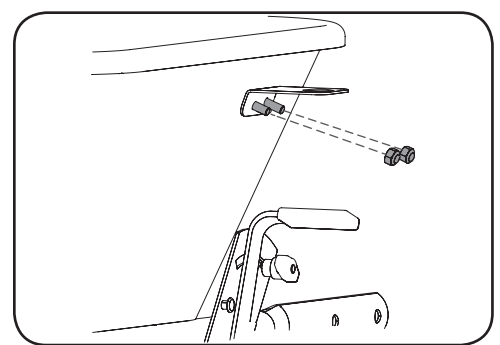

Figura 2-16
- Instale el soporte del interruptor de encendido/apagado del motor en el lado derecho de la tolva con dos tornillos hexagonales, arandelas y tuercas de bloqueo. Enrosque los tornillos hexagonales a través de las arandelas, luego a través de la tolva. Fije el soporte del interruptor al exterior de la tolva con las tuercas de seguridad. Consulte la Figura 2-16.